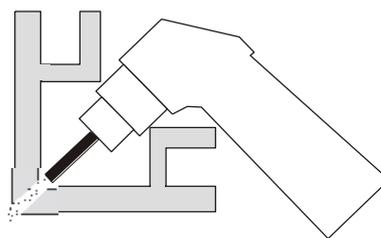

Fig. 7
5. Si la coupe est menée dans le coin ou par l'angle (voir fig. 7), il est recommandé d'utiliser une électrode et une buse prolongée. Il faut cependant s'attendre à une puissance de coupe inférieure par rapport à la version courte.